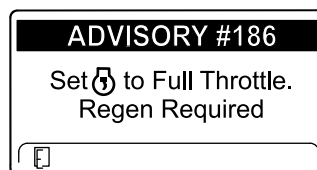

Bild 73
**Hinweis:** Wenn die Auspufftemperatur zu niedrig ist, wird im InfoCenter ADVISORY#186 (Bild 73) angezeigt, um Sie zu informieren, dass Sie den Motor auf Vollgas (hoher Leerlauf) eingestellt haben.